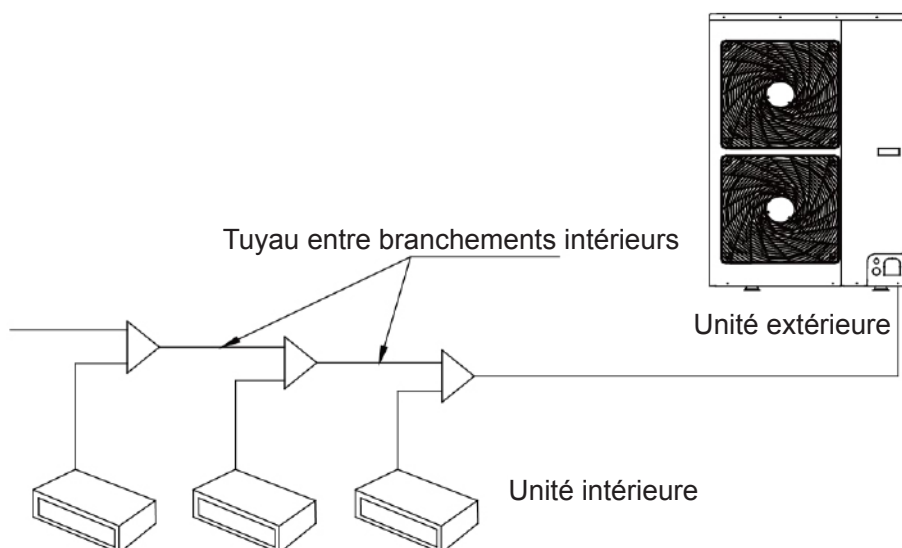

Fig. 10
- (1) Découpez le tuyau de raccordement avec un coupe-tuyau afin d'éviter de le déformer.
- (2) Retirez les bavures en plaçant la surface de coupe vers le bas pour éviter qu'elles n'entrent dans le tuyau.
- (3) Retirez les écrous évasés raccordant le tuyau de raccordement intérieur, le tuyau de raccordement du boîtier hydraulique et l'unité extérieure. Utilisez ensuite l'outil d'évasement pour fixer l'écrou évasé sur le tuyau (comme indiqué dans la Fig. 10).
- (4) Vérifiez si la pièce est évasée de manière uniforme et si elle présente des cassures.